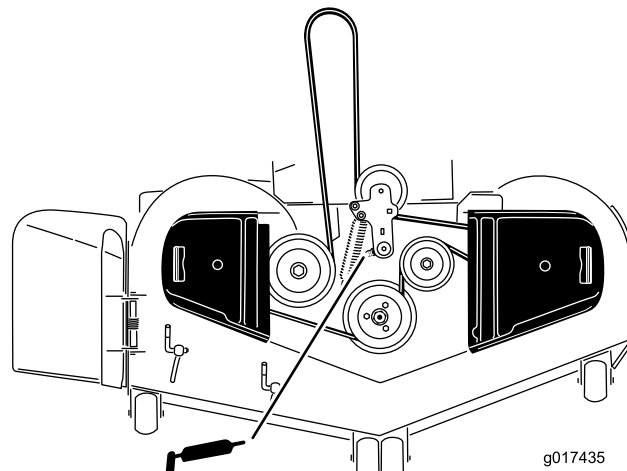

Figure 33
3. Graissez le pivot de la poulie de tension du plateau de coupe jusqu'à ce que la graisse ressorte par le bas (Figure 33).